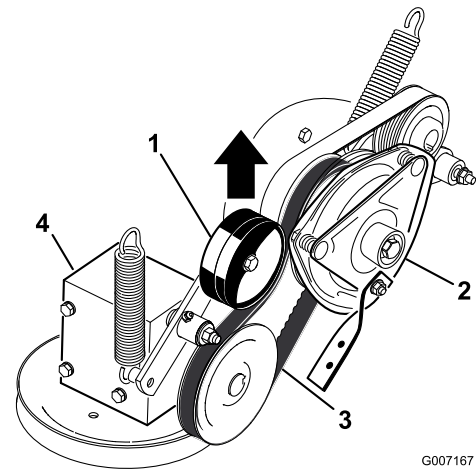

Bild 54
5. Ziehen Sie an der gefederten Spanscheibe für den Zapfwellentreibriemen und nehmen Sie den Riemen von der Kupplungsscheibe ab (Bild 54).
17. Ziehen Sie an der gefederten Spannscheibe für den Zapfwellentreibriemen und befestigen Sie diese an der Kupplungsscheibe (Bild 54).